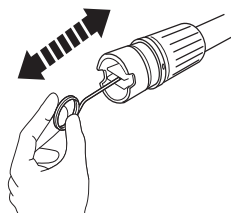

Fig. 20: lanza de alta presión
- > Utilice la aguja limpiadora (13) para eliminar cualquier obstrucción o acumulación de suciedad presente en los orificios de la boquilla (1a) (Fig. 20).